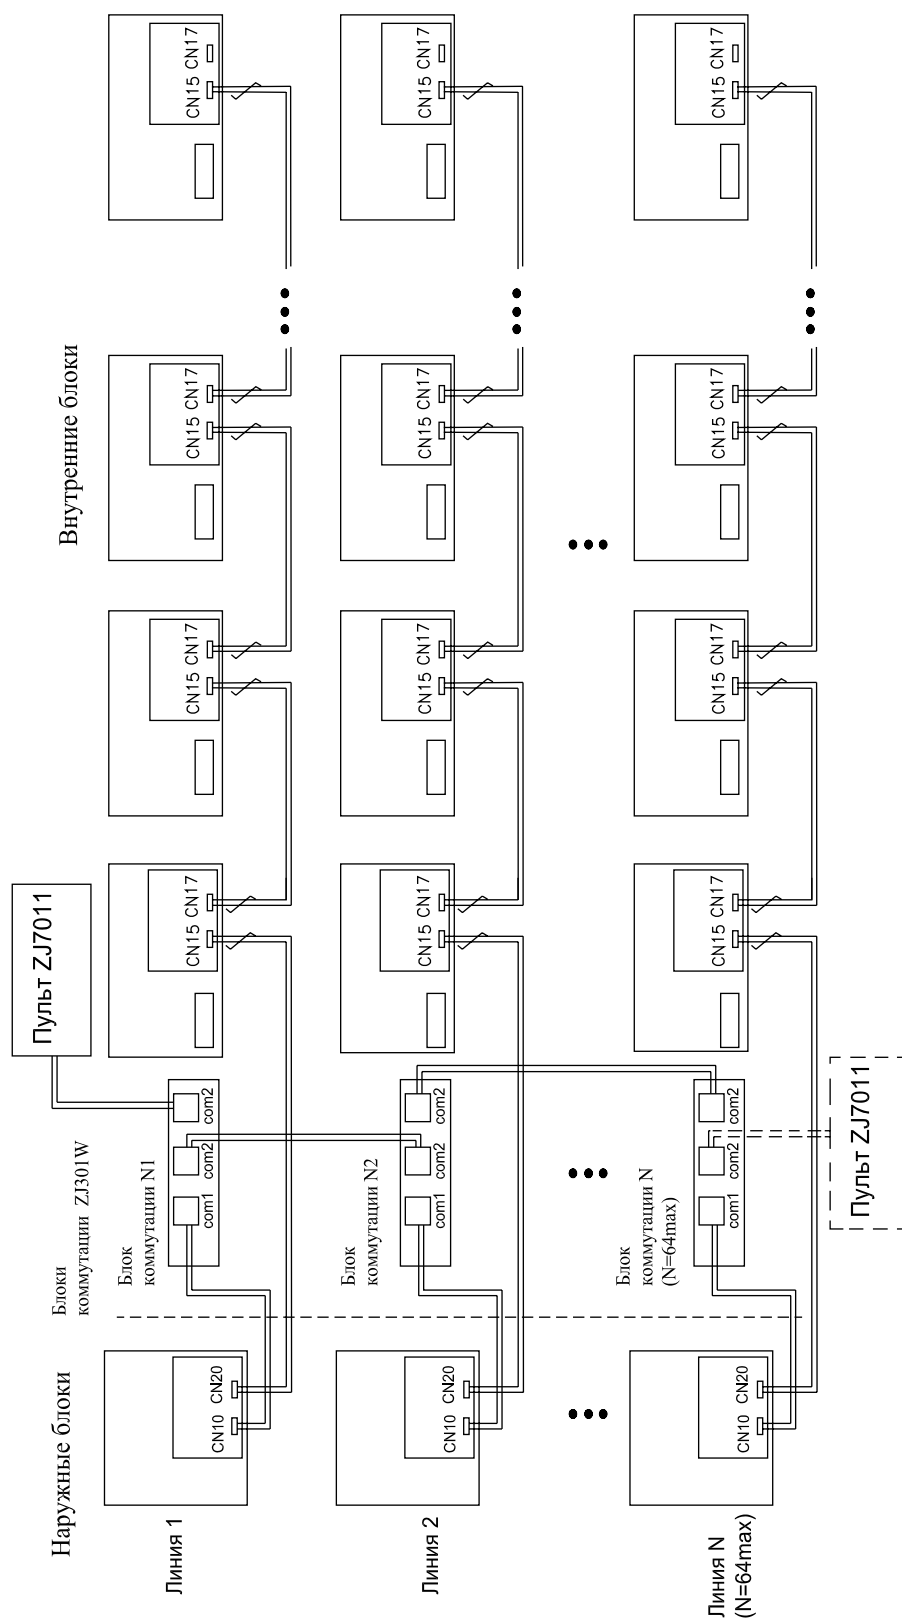

Рис.5.13 — Подключение одного наружного блока к пульту ZJ7011
5.8.6 Каждый наружный блок подключается к центральному пульту через блок коммутации ZJ301W (см.схему рис. 5.13)
5.8.10.1 Каждый наружный блок подключается к центральному пульту через блок коммутации ZJ301W (см.схему рис. 5.13)